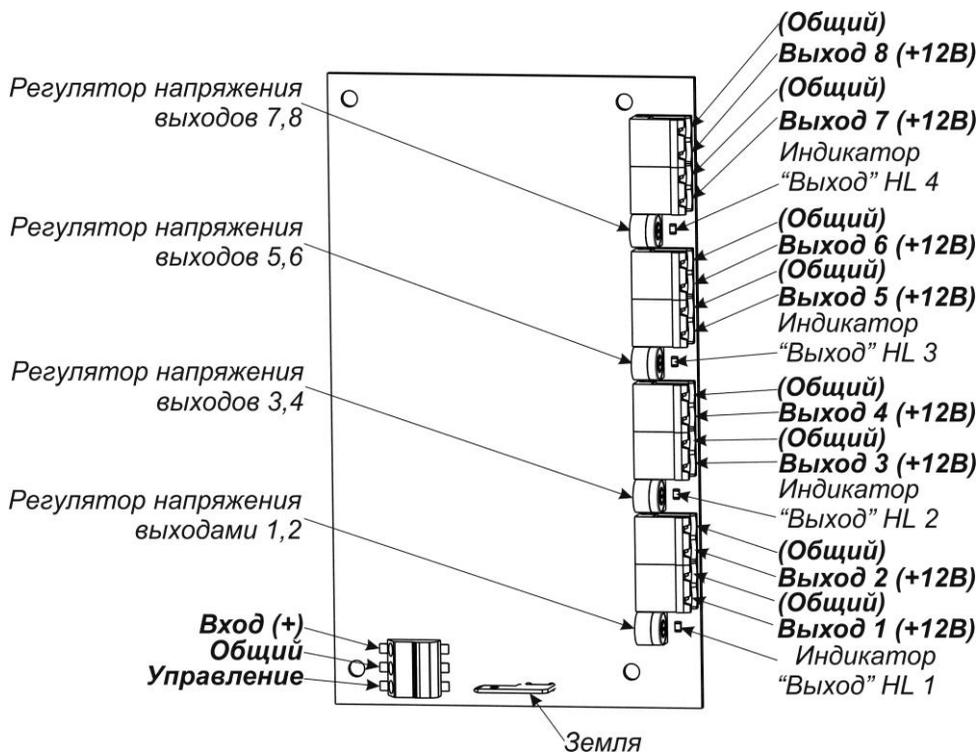

Рисунок 4 - Расположение органов коммутации, управления и индикации на плате преобразователя PN-V.8
При превышении током нагрузки любого выхода значения, указанного в п. 4 таблицы 1 изделие переходит в режим защиты от перегрузки по току (КЗ). При этом изделие ограничивает ток соответствующей пары выходов, остальные выходы продолжают обеспечивать питание нагрузок. После устранения причин перегрузки по току (КЗ), нормальный режим работы пары выходов восстанавливается автоматически. Состояние каждой пары выходов отображается светодиодными индикаторами, установленными на платах преобразователей напряжения PN-V.8 см. рисунок 4.
- подключить подводящие провода нагрузок к клеммам «ВЫХОД», «ОБЩИЙ» плат преобразователей, минусовой провод – к клемме «ОБЩИЙ», плюсовой – к клемме «ВЫХОД» (см. рис. 4);